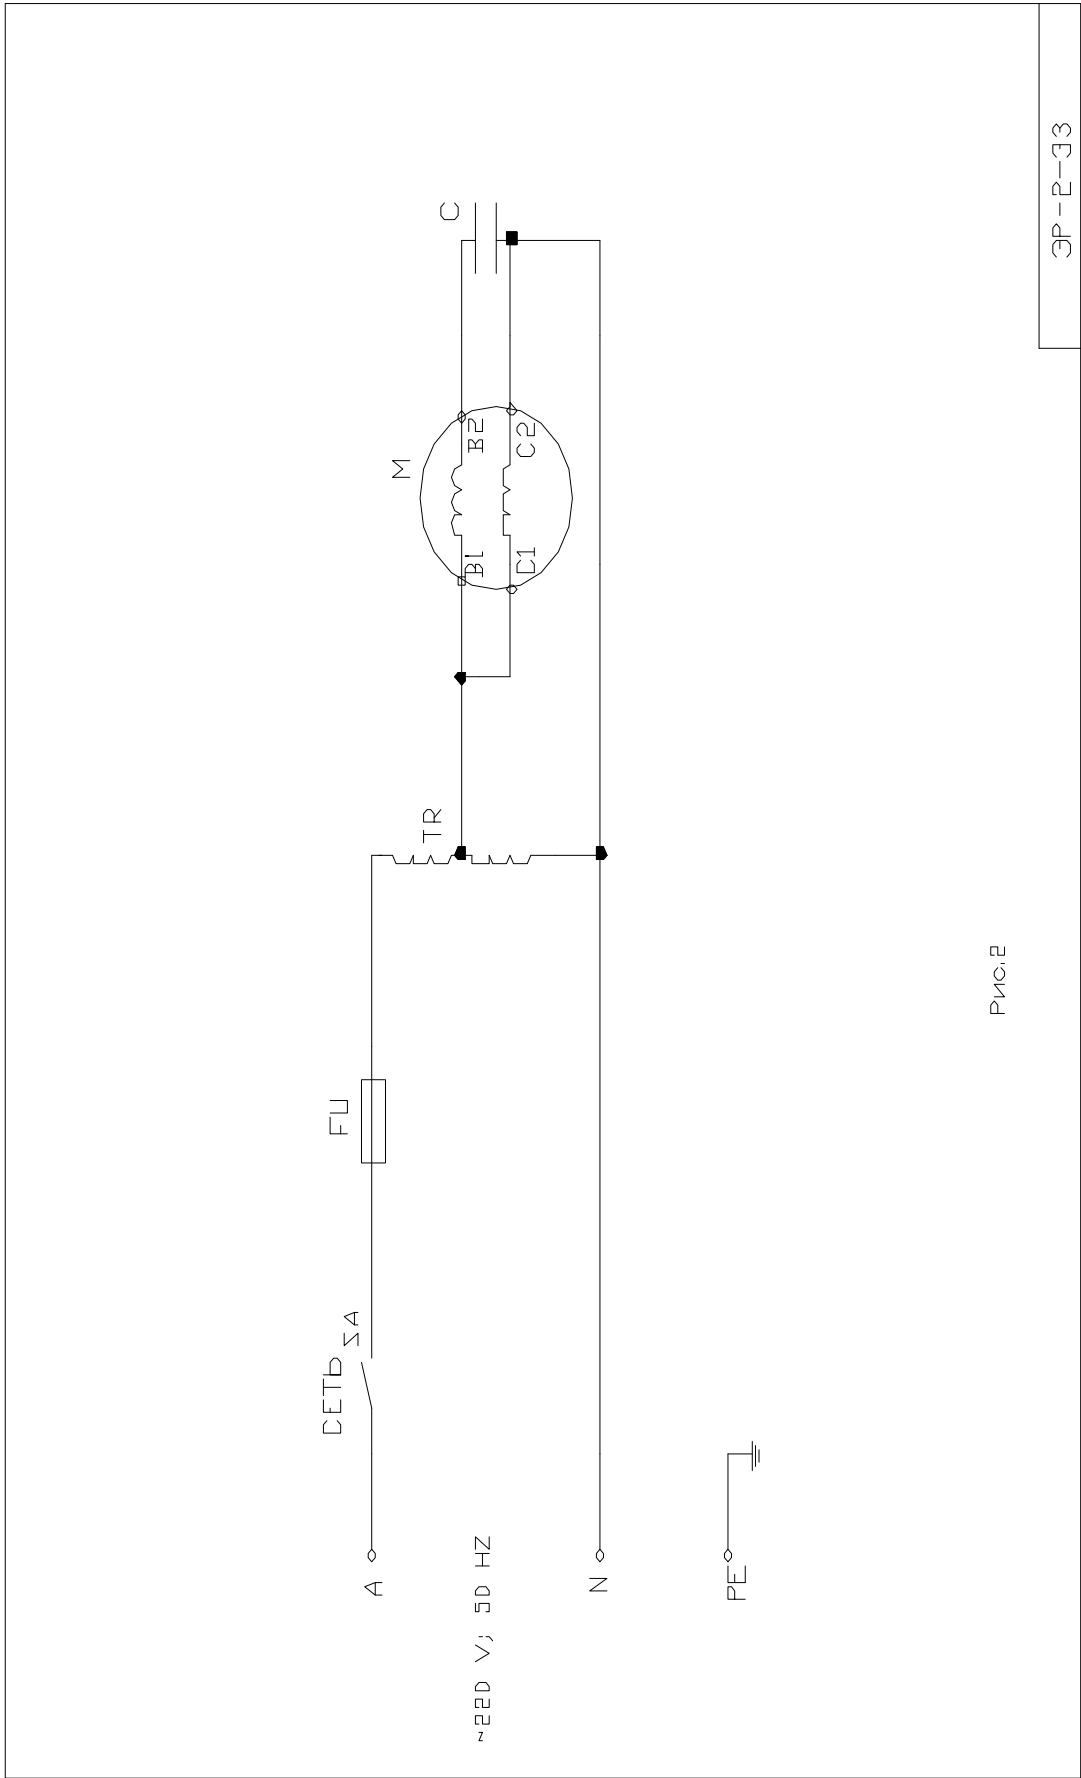

Рис. 2
4.3. Устройство приводится в движение асинхронным двигателем. Электрическая схема устройства приведена на рис.2.